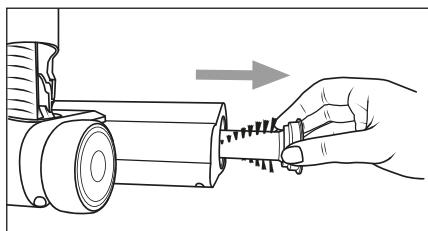

Fig. 23
- 3) Retirez le rouleau brosse ⑱ de la brosse de sol ㉓ (voir fig. 23).